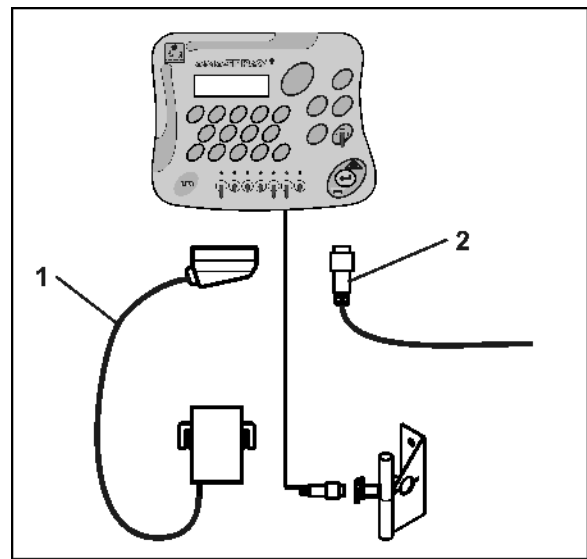

Fig. 3
1. Maskinen som er påmontert eller slepes av traktoren, skal kobles til via maskinkontakten (Fig. 3/1).
Signalkabelen fra traktorens signalstikkontakt eller fra sensoren X (Fig. 3/2) kobles til AMASPRAY⁺.